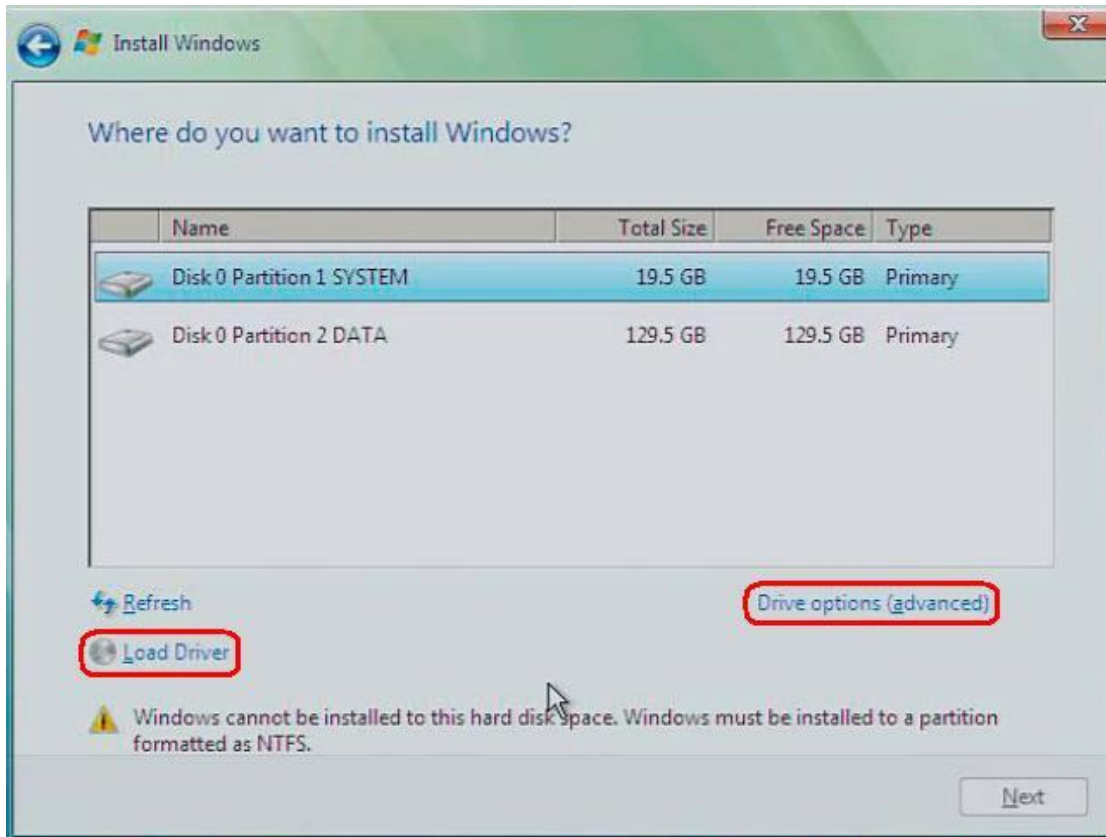

图 33
(E) 根据向导安装操作系统。如果 Windows Vista Business 无法识别 RAID 硬盘，从而导致硬盘或硬盘分区没有在列表中出现，需要选择 Load Driver 来装载已经解压到软盘的 RAID 驱动程序，识别 RAID 硬盘后，选择 Drive Option(Advanced)来进行创建、删除硬盘分区等操作，如图 33 所示。